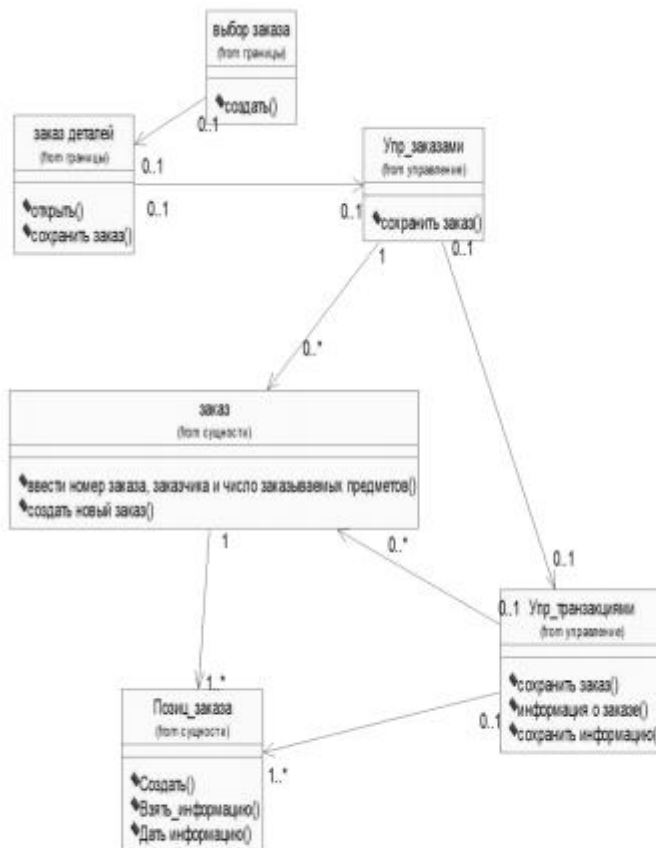
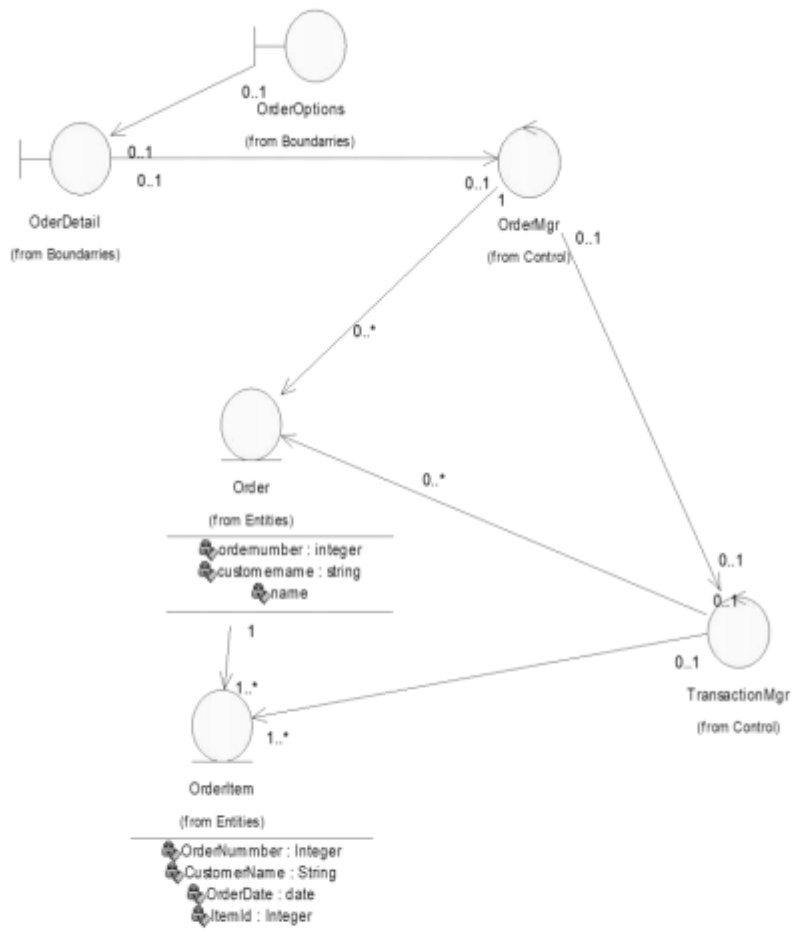

Рис. 10 Ассоциации сценария "Ввести новый заказ"
Рис. 11 Основная диаграмма классов
8. Повторите шаги 4—7, добавив на диаграмму значения множественности для остальных ассоциаций, как показано на рис. 10
Измените имена операций таким образом, чтобы рис.10 преобразовался в рис. 11. Для этого, измените операцию класса *OrderOptions*
Теперь диаграмма Классов должна иметь вид, показанный на рис. 11.
Замечание. На диаграмме рис. 11 возможно визуальное представление классов не в виде иконок, а в виде дополнительной строки текста с именем стереотипа. За этот вид отвечает метка установленная либо на icon либо на label (Class> Open Specification> Options> Label)